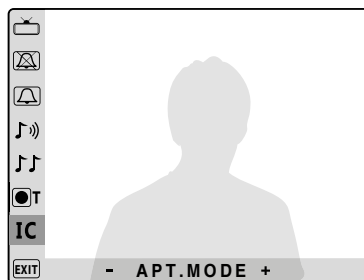

Fig. 4F
- Per impostare l'intercomunicazione tra appartamenti (videocitofoni con diverso indirizzo/PHONE ID) premere il pulsante — fino a selezionare "APT. MODE" (**Fig.4F**). In stand-by, premendo il pulsante  una o più volte sarà possibile chiamare i videocitofoni con indirizzo/PHONE ID da 1 a 9.